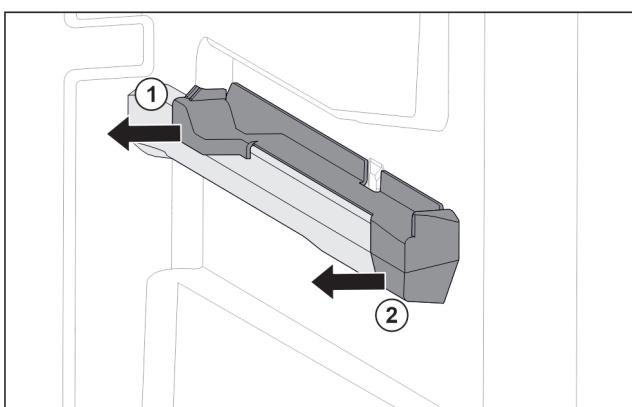

Fig. 130 Élément emboîtable sur la nervure de récipient droite
- ▶ Le retirer sur le côté par l'arrière. Fig. 130 (1)
- ▶ Le retirer sur le côté par l'avant. Fig. 130 (2)